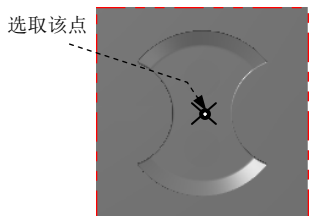
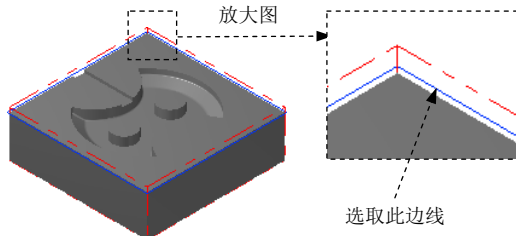

图 22.4 定义基准点
图 22.5 绘制矩形边界
Step1. 绘制矩形边界。单击顶视图 按钮，选择下拉菜单 **绘图(C)** → **矩形(R)...** 命令，系统弹出“矩形”工具栏。在“矩形”工具栏中确认 按钮被按下，选取图 22.4 所示的坐标原点，然后在 后的文本框中输入值 305，在 后的文本框中输入值 305，按 Enter 键。单击 **✓** 按钮，完成矩形边界的绘制，结果如图 22.5 所示。
Step3. 设置加工区域。在图形区中选取图 22.5 所示的边线，单击 **✓** 按钮，完成加